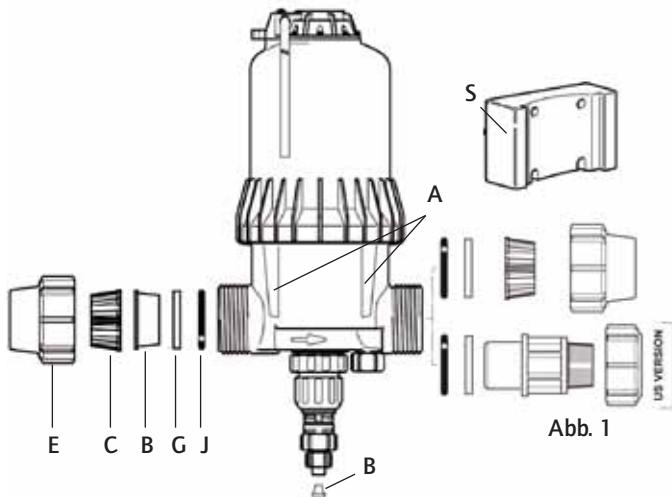

Abb. 1
- Die Zapfen des DOSATRON (**Abb. 1-A**) in die Wandhalterung einführen (**Abb. 1-S**).
- Die Anschlüsse (**Abb. 1-E**) und die Klemmringe (**Abb. 1-C**) von den Wasserein-und-auslassöffnungen des DOSATRON entfernen.
- Die vorhandenen Schutzkappen (**Abb. 1-B**) abnehmen, bevor Sie das Gerät an die Wasserversorgung anschließen.
- Darauf achten, dass die Dichtungen am Einlass und Auslass korrekt sitzen. Zuerst den O-Ring (**Abb. 1-J**), dann den Ring (**Abb. 1-G**) auflegen.